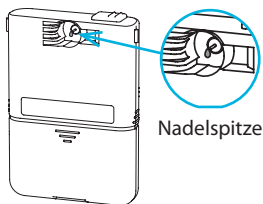
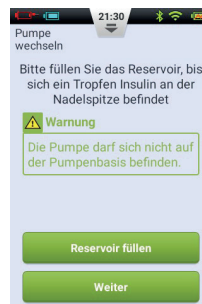

Abbildung 75
Abbildung 74
- Halten Sie die Pumpe in der Ausrichtung, wie in Abbildung 75 dargestellt, und drücken Sie am PDA Bildschirm die Taste zum Auffüllen des Reservoirs (Abbildung 74). Der Kolben beginnt sich langsam zu bewegen. Drücken Sie die Taste so lang, bis ein Tropfen Insulin auf der Nadelspitze des Reservoirs zu sehen ist (Abbildung 75). Drücken Sie jetzt "Fortfahren".